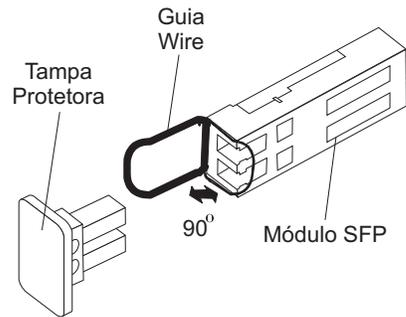

Figura 16. Instalando um Módulo SFP na Porta do Host
4. Insira o módulo SFP na porta do host até que se encaixe no lugar. Consulte Figura 16.